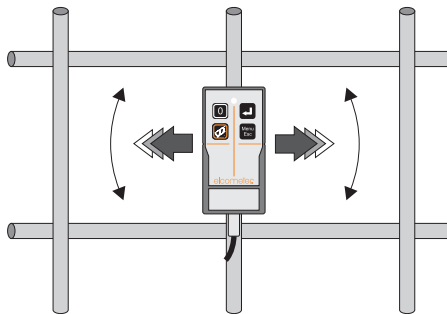

Figure 12. Déterminer l'orientation de l'armature
- Maintenir la sonde au-dessus de l'armature. Déplacer la sonde d'un bord à l'autre et la faire tourner dans un sens puis dans l'autre jusqu'à ce que le signal soit maximal (Figure 12).